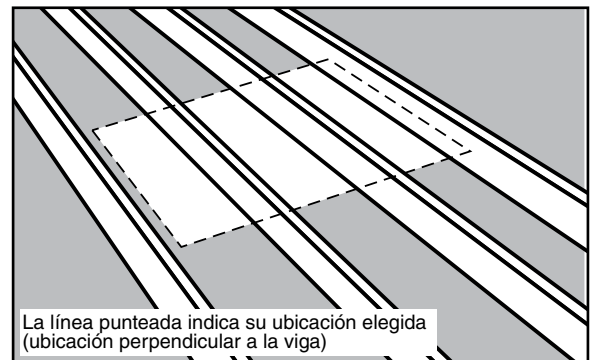

FIGURA 8
- B. Si la ubicación elegida es perpendicular a las vigas, marque el ancho de la apertura preliminar en la parte superior de las vigas (Vea la Figura 8). No corte la viga en esta marca.